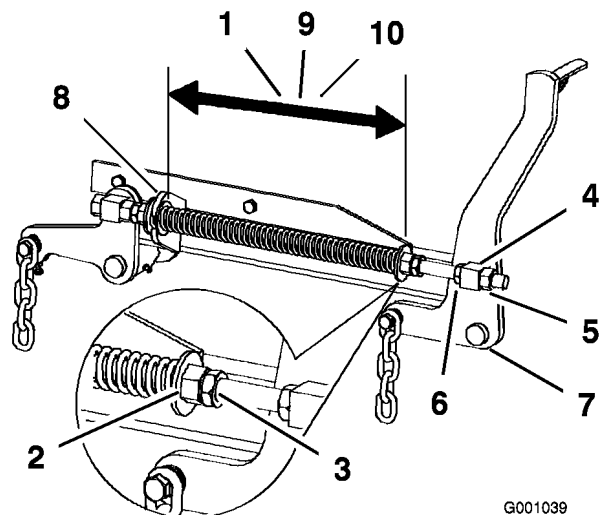

Figura 68
2. Compruebe la distancia entre las dos arandelas grandes, que debe ser de 28,2 cm (11-1/8 pulg.) para plataformas de cortacésped de 52 pulgadas, 26,7 cm (10-1/2 pulg.) para plataformas de cortacésped de 60 pulgadas ó 29,2 cm (11-1/2 pulg.) para plataformas de cortacésped de 72 pulgadas (Figura 68).
3. Ajuste esta distancia aflojando la contratuerca elástica y girando la tuerca que está delante de cada muelle (Figura 68). Gire la tuerca en el sentido de las agujas del reloj para acortar el muelle y en el sentido contrario a las agujas del reloj para alargar el muelle.
4. Fije la tuerca en la posición deseada apretando la contratuerca elástica (Figura 68).